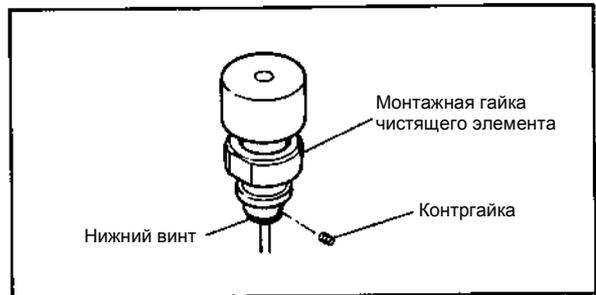

Рисунок 3-10. Взрывозащищенный ультразвуковой очиститель
- (5) Вытаскивайте чистящий элемент из держателя, пока не появится нижний винт. С помощью универсального гаечного ключа снимите контргайку с чистящего элемента. Смотрите Рисунок 3-10.